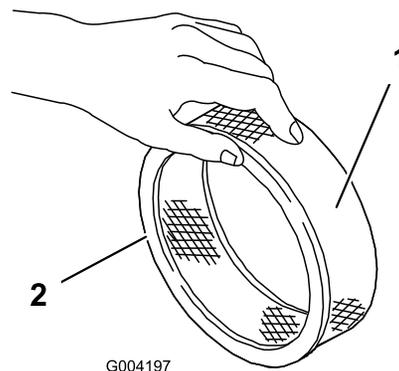

Рисунок 45
5. Осмотрите бумажный фильтр на наличие разрывов, масляной пленки или повреждений на резиновом уплотнении (Рисунок 45).
1. Осторожно наденьте поролоновый фильтр предварительной очистки на бумажный элемент (Рисунок 45).